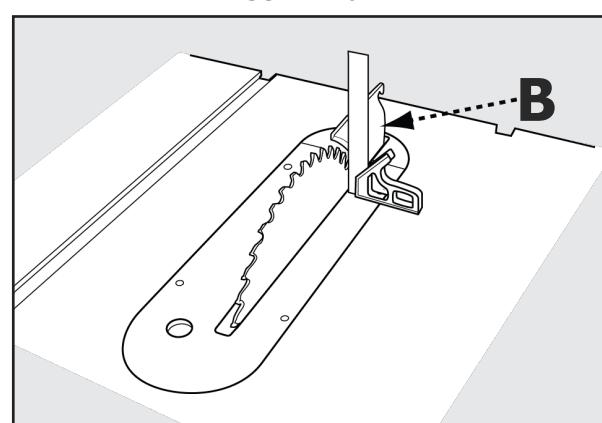

FIGURE 24b
3. En utilisant une équerre de menuisier, vérifiez l'angle de la lame par rapport à la table, comme le montre la Figure 24b, page 50. Si la lame est à 90° par rapport à la table, passez à l'étape 6.
4. Si la lame n'est pas perpendiculaire à la table, tournez le volant de commande pour incliner légèrement la lame à l'opposé de la position d'arrêt, puis ajustez la butée de 90° en tournant la vis de pression à tête creuse située dans le plateau de la table immédiatement en avant de la partie gauche de la plaque à gorge (A). Revérifiez l'angle avec l'équerre de menuisier et continuez à ajuster jusqu'à ce que la lame soit à 90 degrés lors du retour à la position d'arrêt.
5. Tournez le volant de commande d'inclinaison de la lame en sens antihoraire jusqu'à ce qu'il repose sur la butée de 45°. Ensuite, répétez les étapes 4 et 5, en réglant la butée de 45° en tournant la vis de pression à tête creuse située en avant de la partie droite de la plaque à gorge. (B)
1. Alignement vertical : Placez une équerre de menuisier sur la table contre la face de la lame et assurez-vous qu'elle s'étende le long du couteau diviseur (B), comme le montre la Figure 24b. Le couteau diviseur et la lame doivent toucher l'équerre de menuisier en continu. Assurez-vous que le bord droit passe entre les dents et repose sur la face de la lame et le couteau diviseur pour un alignement correct.